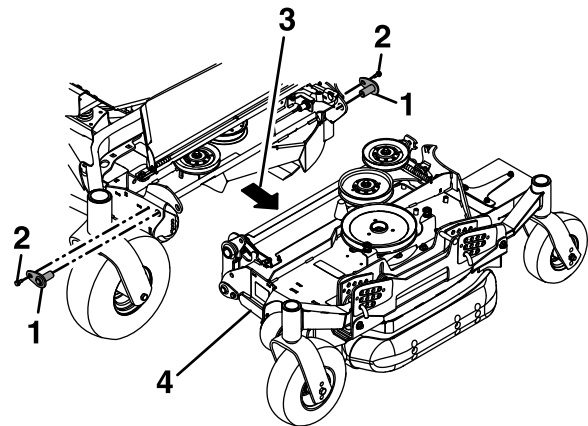

Figure 84
12. Retirez et conservez les boulons qui fixent les axes de pivot supérieurs au tablier, et retirez les axes de pivot (Figure 84).
13. Tirez le tablier latéral vers l'extérieur pour le séparer du tablier central (Figure 84).
Alignez et insérez les axes de pivot supérieurs à l'avant et l'arrière du tablier, et fixez-les en place avec les boulons retirés précédemment (voir Figure 84).